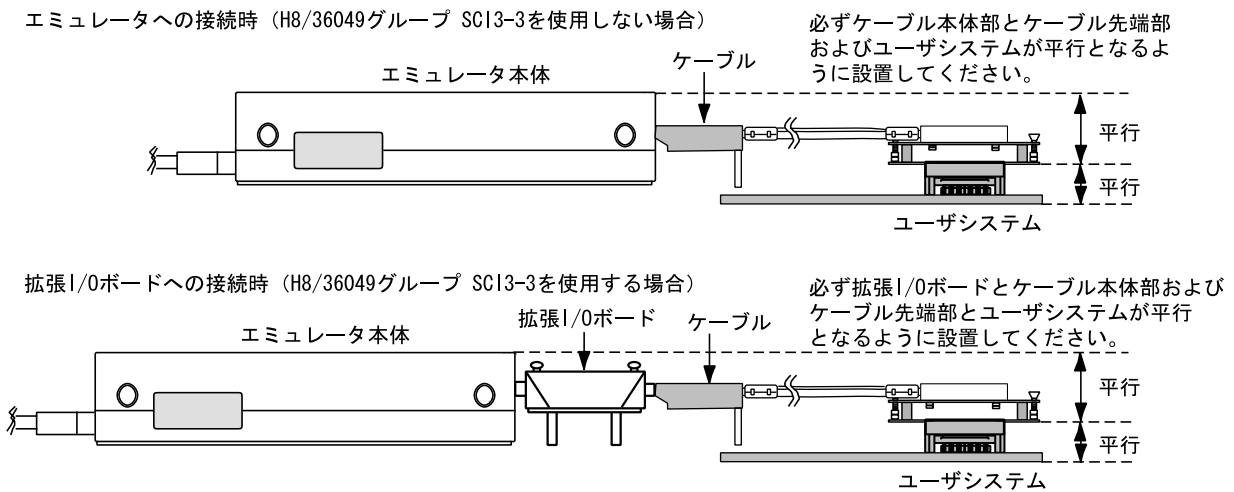

図11 設置例
- (1) ユーザシステムへの接続時には1ピン位置に十分注意して、誤接続は絶対にしないでください。
- (2) 本ユーザシステムインタフェースケーブルを使用する場合の推奨マウントパッド寸法は、MCU 実装用マウントパッド寸法とは異なりますので注意してください。
- (3) 本ユーザシステムインタフェースケーブルは、HS3664EPI61H および HS3664EPI62H エミュレータ専用ですので、他のエミュレータ本体には使用しないでください。
- (4) ケーブル本体部が断線する可能性がありますので、本ユーザシステムインタフェースケーブルの上に重いものや金属等の角の尖ったものを置かないでください。
- (5) ユーザシステムに接続した状態では、ユーザシステムインタフェースケーブル、特にケーブル先端部に無理な力が加わらないように注意する必要があります。図11の設置例を参照してご使用ください。